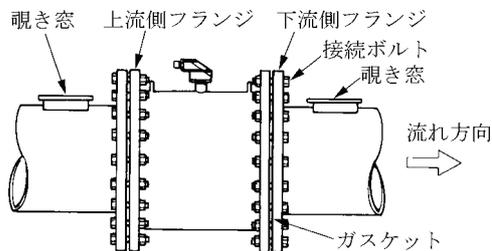

図7 検出器の取付方法
- (1) 相手配管と接続するためのフランジを本体端部に備えています。図7のように、検出器側フランジと配管側フランジとの間にガスケットを装着し、配管接続ボルトを締めて接続します。ボルトは対角線上に均一に締め付けるようにしてください。